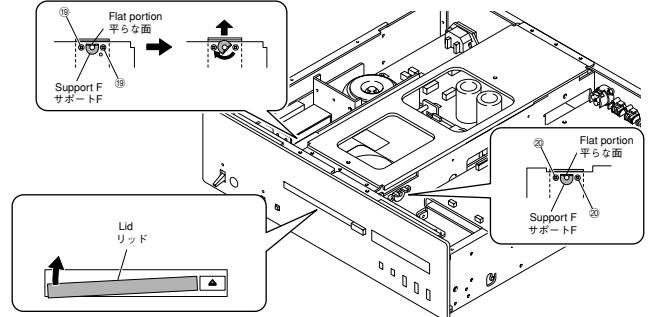

Fig. 7
- Loosen 2 screws (⑯) and 2 screws (⑰). (Fig. 7)
- Position the support F on both sides with its flat portion facing upward. (Fig. 7)
- Viewing from the front, confirm the lid position. (Fig. 7)
- Tighten the screws on the side with higher lid inclination (screws (⑰)) in the case shown below. (Fig. 7)
- Turn the support F on the side with lower lid inclination clockwise gradually until the lid is positioned horizontally. (Fig. 7)
- With the lid adjusted at the horizontal position, tighten other screws (screws (⑯)) in the case shown below. (Fig. 7) To change the position upward at this time, loosen screws (⑰) and then turn the support F clockwise gradually.
- ⑯のネジ2本、⑰のネジ2本を締めます。 (Fig. 7)
- サポートFの平らな面を上向きにします。 (Fig. 7)
- 前面から見て、リッドの位置を確認します。 (Fig. 7)
- リッドの傾斜が高い側のネジ(下図の場合、⑰のネジ)を締めます。 (Fig. 7)
- リッドの傾斜が低い側のサポートFを時計回りにゆっくり回し、リッドの傾きが水平な位置になるようにします。 (Fig. 7)
- リッドの位置が水平の位置でネジ(下図の場合、⑯のネジ)を締めます。 (Fig. 7)
- このとき上方向へ位置を変更する場合には、次に⑯のネジを締め、サポートFを時計回りにゆっくり回します。